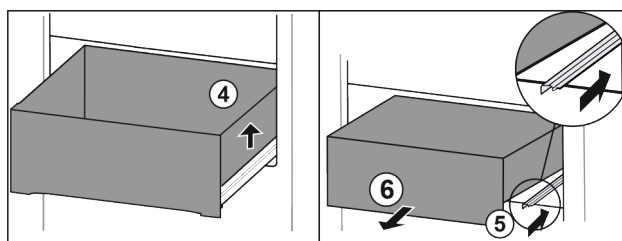

Fig. 96
- ▶ Podignite ladicu desno. Fig. 96 (4)
- ▶ Gurnite desnu vodilicu. Fig. 96 (5)
- ▶ Izvadite ladicu prema naprijed. Fig. 96 (6)